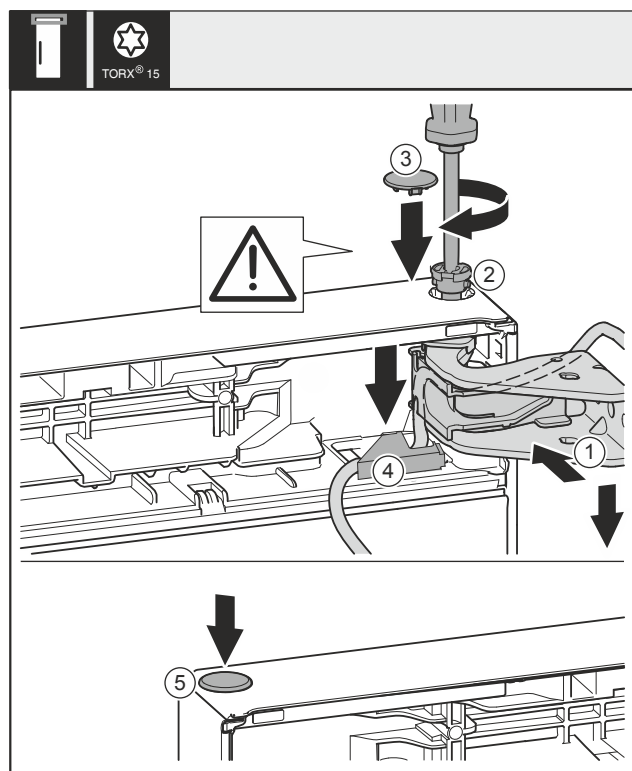

Fig. 45
- Dveře nahoře vyrovnejte s otvorem ve stojanu ložiska Fig. 45 (1).
- Vložte čep Fig. 45 (2) a pevně jej utáhněte šroubovákem.
- K zajištění dveří namontujte bezpečnostní kryt: Bezpečnostní kryt Fig. 45 (3) nasadíte a zkontrolujete, zda přiléhá na dveře. V opačném případě čep zcela zasuněte.
- Vložte kryt Fig. 45 (4) a zatlačte jej směrem dolů, dokud nezacvakne.
- Vložte zátku Fig. 45 (5).